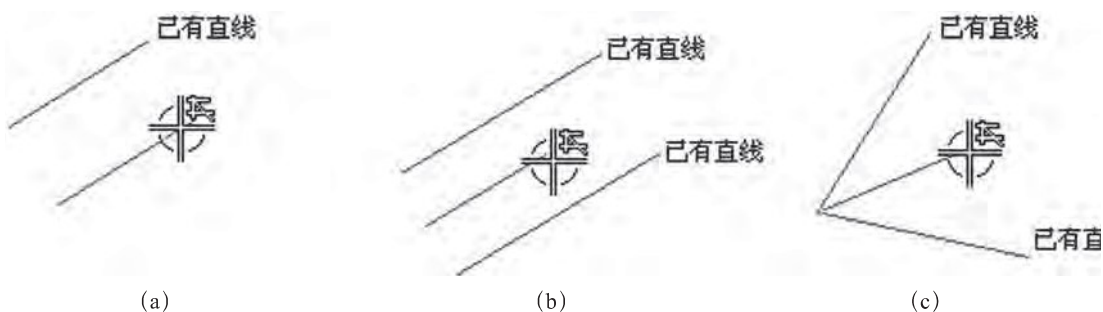

图 2-39 派生直线的操作图
3.  派生直线：该方法是对已存在的直线的继续操作。它有三个作用：偏置、中间线、角分线。操作过程如图2-39所示。